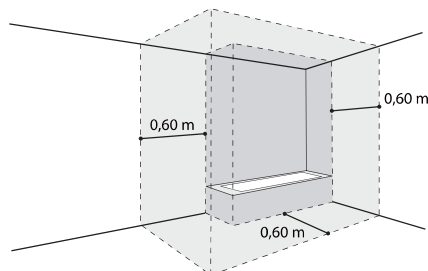

FIG. 04
2. Utilice un taladro para realizar los orificios a una profundidad de al menos 90 mm en la pared. Estos orificios deben estar alineados (ver Fig. 04 y 05).
Si necesita instalar el calentador en un dormitorio o baño, deberá ceñirse a las normas del espacio de instalación especificado: Zona prohibida y zona protegida (ver Fig. 04).